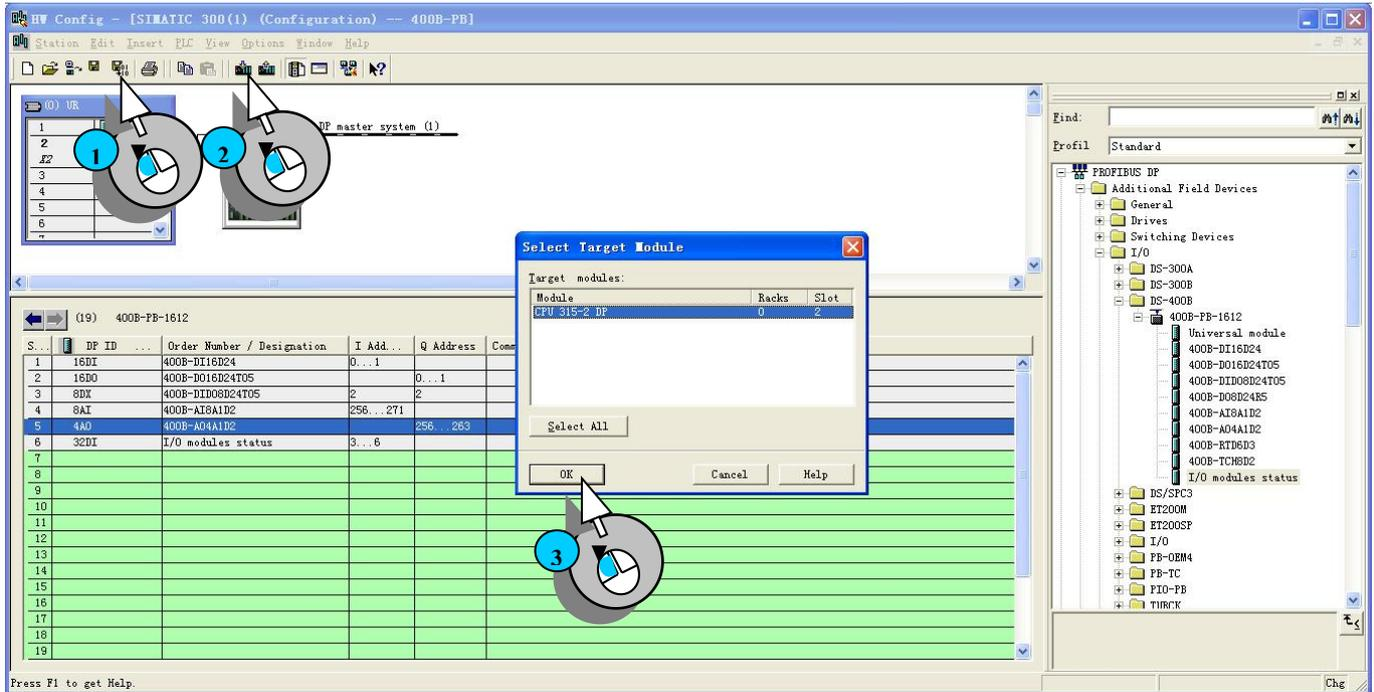

图 2-16 编译并下载硬件组态
到此已经在 STEP7 中完成了本章例程的硬件配置过程。在传送组态之前，必须接通DP主站。请确认PC机和DP主站之间已经建立了MPI连接。保存并编译组态，见步骤①，并按照下图②所示将组态下载到DP主站PLC中，见图2-16所示：